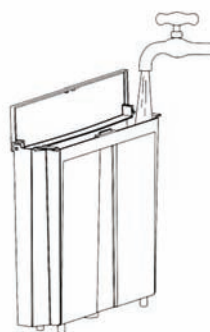

Рис. 2
- Отворете капак на резервоара за вода (1) и го напълнете с прясна, студена вода (Рис. 2). Не превишавайте нивото MAX.
- Поместете резервоара (1) на мястото и го притиснете.
- Затворете капак на резервоара (1).